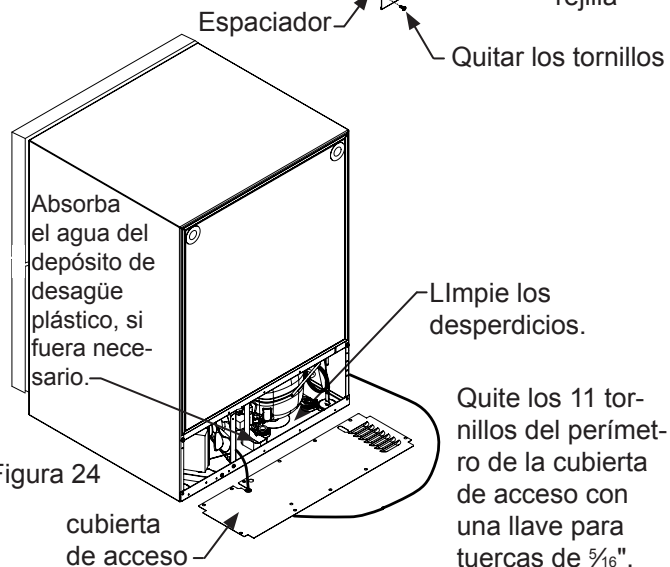

Figura 24
10. Quite la cubierta de acceso posterior (vea la Figura 24) y limpie la suciedad y desperdicios del compartimiento de la máquina mediante un cepillo y una aspiradora.